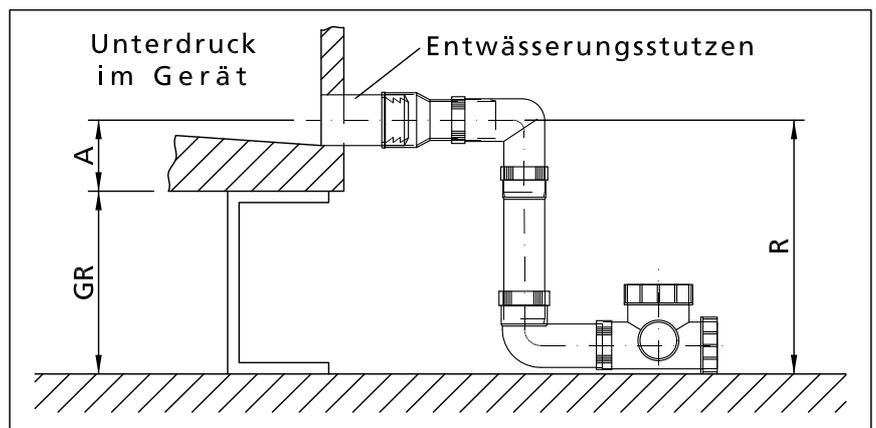

Bild 4
5. Der Abstand zwischen Einlaufmitte des Siphons und Fussboden muss $\geq R$ (min. 140 mm) sein (Bild 4).
6. Der Einlauf zum Siphon erfolgt über einen der beiden Gewindeanschlüsse (1½") des Rückschlagventils (9). Der nicht belegte Gewindeanschluss ist mit der Gummironde (10) und der Schraubkappe (11) zu verschliessen.
7. Der Anschluss des Siphons an den Entwässerungsstutzen erfolgt über das mitgelieferte Anschlussstück (2) und einer der beiden Gummimanschetten (1a oder 1b). Kondensatabläufe mit dem Durchmesser 40 mm werden direkt mit der Quetschverschraubung des Bogens (5) angeschlossen.
8. Eine Ablaufverlängerung kann mit einem zweiten Tauchrohr (6) hergestellt werden. Im Bedarfsfall bitte gesondert bestellen.
10. Im Bedarfsfall kann der Siphon über die Verschlusskappe (11) entwässert werden.